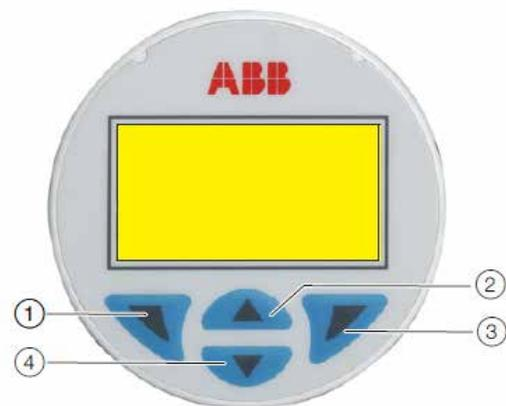

Figura 4
En caso de errores o mal funcionamiento del transmisor, la LCD HMI permite visualizar los mensajes de error o de fallo específicos para ayudar al usuario a identificar el problema y resolverlo. En caso de alarma, en la parte inferior de la pantalla de proceso aparece un mensaje compuesto por un icono y un texto. Use la tecla (1) para mostrar la información de nivel (figura 4). Use el menú «Diagnósticos» para mostrar la descripción del error con el texto de ayuda. En la descripción del error el número de error aparece en la segunda línea (M028.018). Para describir el error se usan dos líneas más. El estado del dispositivo está dividido en cuatro grupos. El texto del mensaje que acompaña a este icono en la pantalla ofrece información sobre dónde buscar el error dentro de estas áreas: Electrónica, Sensor, Configuración, Operación y Proceso.